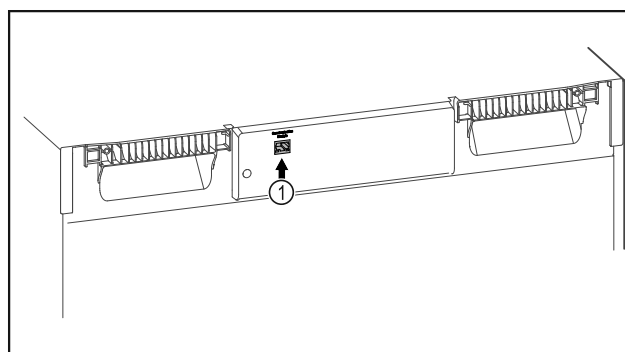

Fig. 99
- El SmartModule Fig. 99 (1) está colocado.